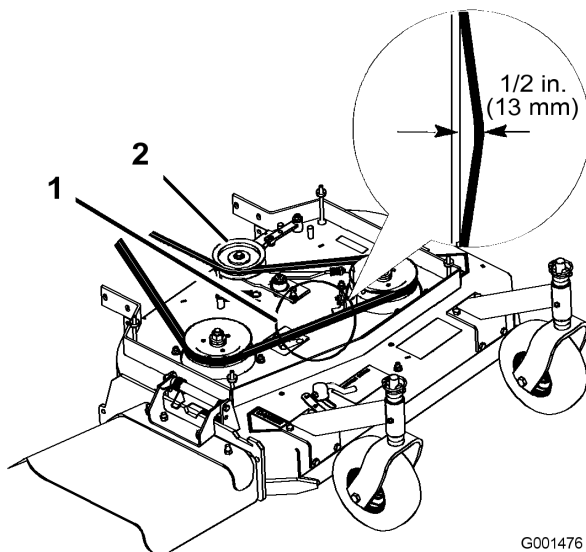

Figura 32
4. Retire la polea tensora y la correa desgastada (Figura 32).
Nota: La tensión correcta de la correa del cortacésped es de 44–67 N. (10–15 libra fuerza) con la correa desviada 13 mm (1/2 pulg.) en el punto intermedio entre las poleas (Figura 32).